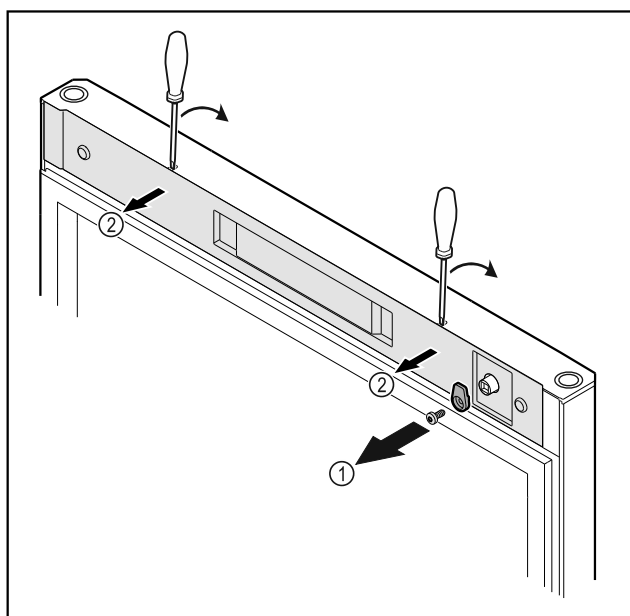

Fig. 18
- ▶ Skru av lukketappen Fig. 18 (1).
- ▶ Vipp dekselet Fig. 18 (2) ut av stilling med en liten skruetrekker, og ta det av.